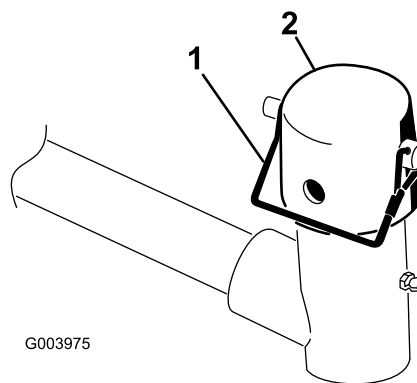

Figura 7
7. Togliete il perno di ritenuta e il cappuccio dalla forcina del braccio di sollevamento (Figura 7).
11. Fissate il cappuccio e l'albero del telaio portante alla forcella del braccio di sollevamento con il perno di ritenuta. Per avere un elemento di taglio sterzante usate la fessura, oppure usate il foro se l'elemento di taglio deve essere bloccato (Figura 7).